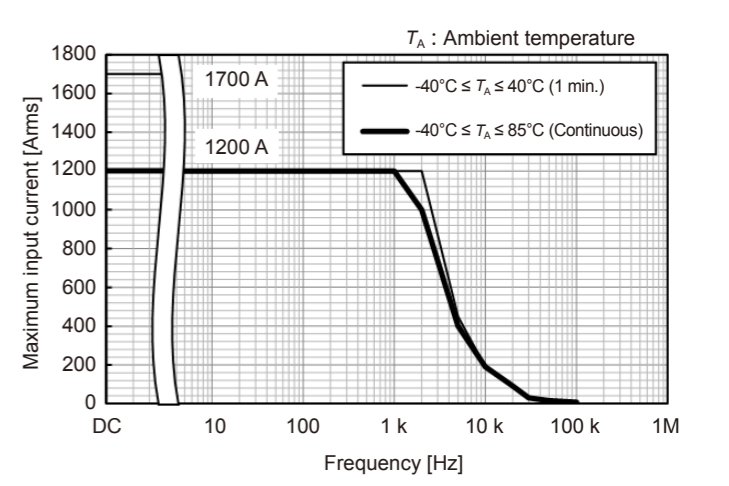

图1. 频率额定值降低特性\*
- 在振幅精度、相位精度小于等于 110% of full scale、图 1. 频率额定值降低范围以内进行规定。DC < f < 10 Hz 为设计值。